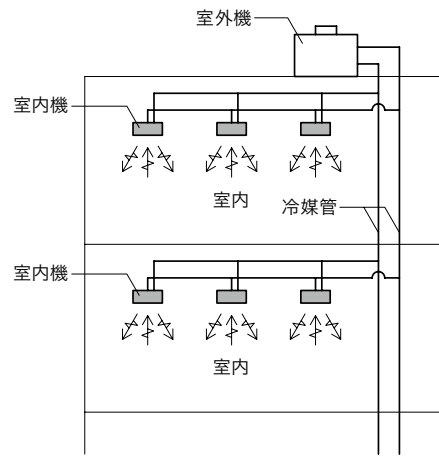

図 15 マルチユニット方式
- ②ヒートポンプなら暖房もできるが、寒冷地には不適當である。
- ③室内機と室外機に分かれているものをセパレート型という。
- ④窓にとり付けるウィンドウ形は配管が不要である。
(4) マルチユニット方式 [図 15]